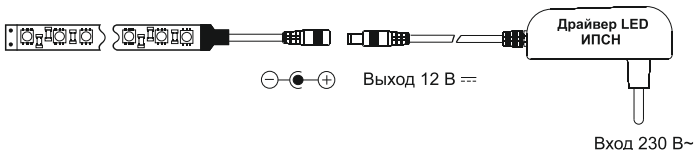

Рисунок 1 – Монтаж драйвера LSP2-024-12-20-11 мощностью 24 Вт
4.5.1 Смонтируйте провода от нагрузки к драйверу LED согласно схеме подключения (Рисунок 1).